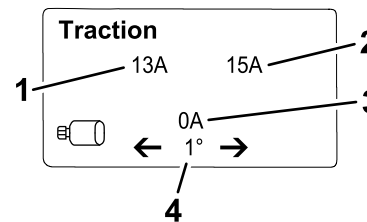

Figura 23
- **Pantalla de información de tracción (Figura 23):** muestra el ángulo de dirección actual y el amperaje asignado a cada motor de tracción.